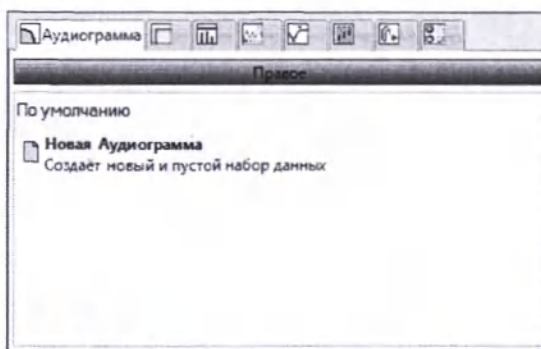

Рис. 50 Диалоговое окно задачи «Аудиограмма»
1. При нажатии кнопки Новая задача открывается диалоговое окно задачи, показанное на рис. 50, в котором можно выбрать вкладку «Аудиограмма» и создать аудиограмму, щелкнув пункт Новая аудиограмма.